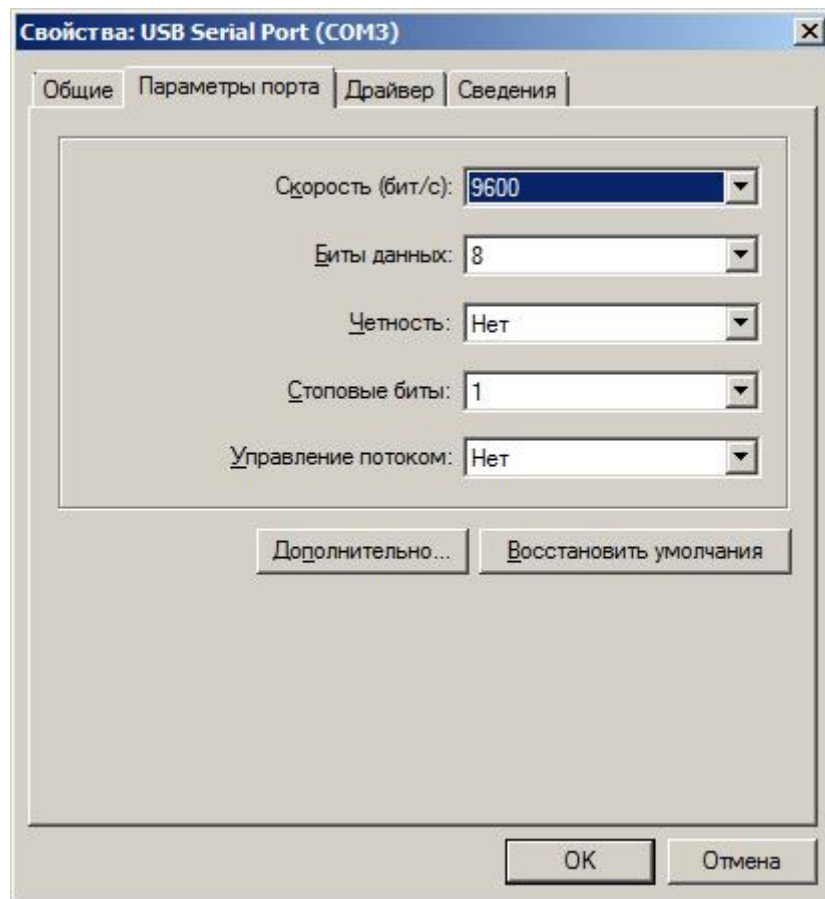

Рисунок 2 – Свойства USB Serial Port (COM3)
- нажмите кнопку «Дополнительно» (рисунок 2);